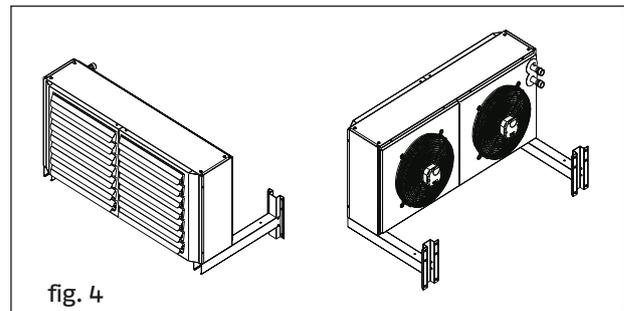

fig. 4
- sistemati e fissati i due longheroni, si può procedere al montaggio dell'aerotermo (fig.4). Fissare con le apposite viti, l'aerotermo attraverso i fori presenti sui longheroni.